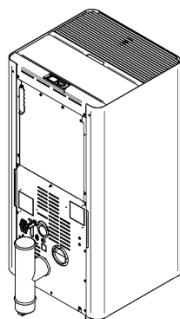
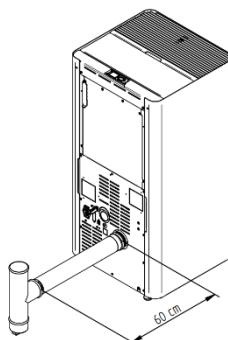

Figura 9 – Conexão do T de inspeção
Figura 10 – Instalação de um T de inspeção com uma parte alongada
- Deve ser colocado o T de inspeção como mostrado na Figura 9, se for necessário mover a chaminé para longe do equipamento, só é possível colocar um tubo horizontalmente até um máximo de 60 cm sem reduções ou perturbações, tal como está representado na Figura 10.